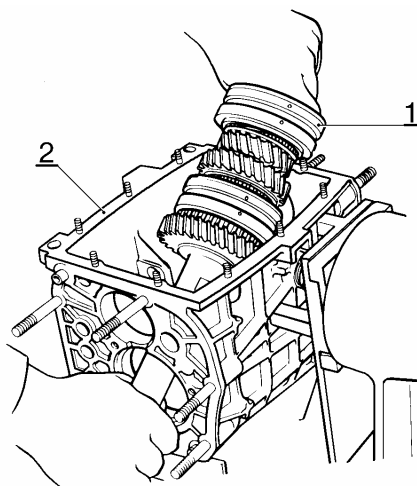

Рис.28. Извлечение вторичного вала:
- извлечь из картера КП вторичный вал, как показано на рис.28.